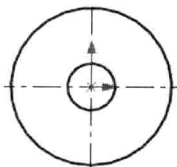

图 2.3 绘制圆
(2) 绘制圆弧。选择下拉菜单 **工具(T)** → **草图绘制实体(S)** → **圆(C)** 命令, 在图形区中绘制图 2.3 所示的圆。